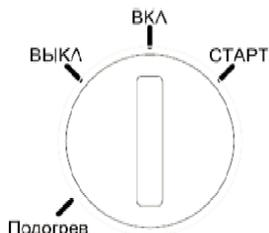

Рис. 16
3. . Если температура окружающего воздуха выше +5°C, ключ зажигания поверните в положение «ВКЛ» (рис. 16). Если температура окружающего воздуха ниже +5°C, поверните ключ зажигания в положение «Подогрев» и удерживайте в течении 20 секунд для разогрева свечи накаливания. Затем поверните ключ зажигания в положение «Вкл». Рис. 16)
Поверните ключ зажигания в положении «СТАРТ» (рис. 16) и удерживайте в этом положении до пуска электростанции, но не более 5 секунд. После запуска электростанции нужно отпустить ключ зажигания. Он автоматически вернется в положение «Вкл»